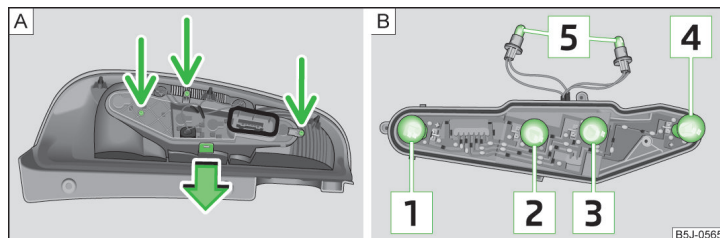

Fig. 166 Demontarea blocului optic central / dispunerea becurilor
Dispunerea becurilor în blocul optic spate » fig. 166.
- Pentru a ajunge la becuri, deșurubați blocul optic central și apăsați elementul de fixare » fig. 166 - **A**.
- Extrageți becul defect **1**, **2**, **3** sau **4** » fig. 166 din soclu și introduceți un bec nou.